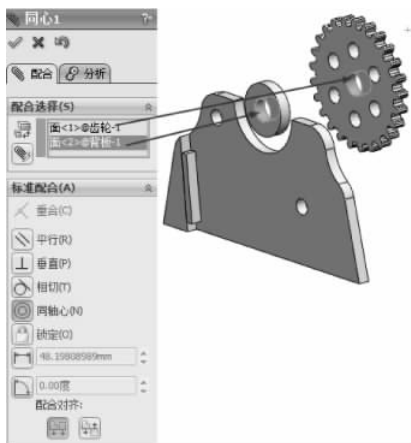

图 3-138 同轴心配合
(1) 单击【装配体】工具栏中的【配合】按钮, 弹出【配合】的属性设置。选择【标准配合】选项组下的【同轴心】配合类型, 在【要配合的实体】选择框中选择如图 3-138 所示的面, 其他保持默认, 单击【确定】按钮, 完成同轴心配合。